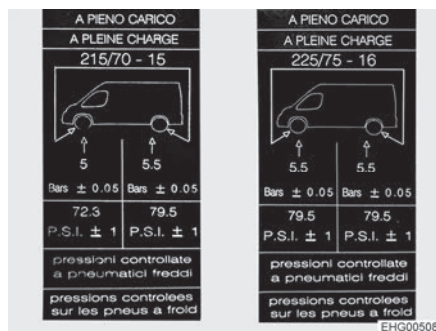

Bild 178 Hänvisningsetiketter om däcktrycket på B-stolpen (exempel)
- ▷ Hänvisningsetiketter med önskat däcktryck är fästa på insidan av B-stolpen (se Bild 178).